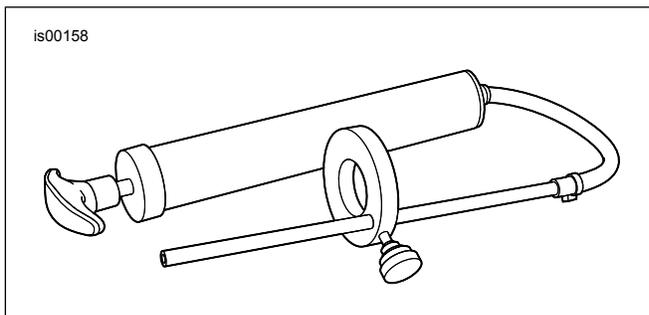

Figura 5. Indicador de nivel de aceite de la horquilla delantera (HD-59000B)
- a. Vea la Figura 5. Obtenga el INDICADOR DE NIVEL DE ACEITE DE LA HORQUILLA DELANTERA (HD-59000B).